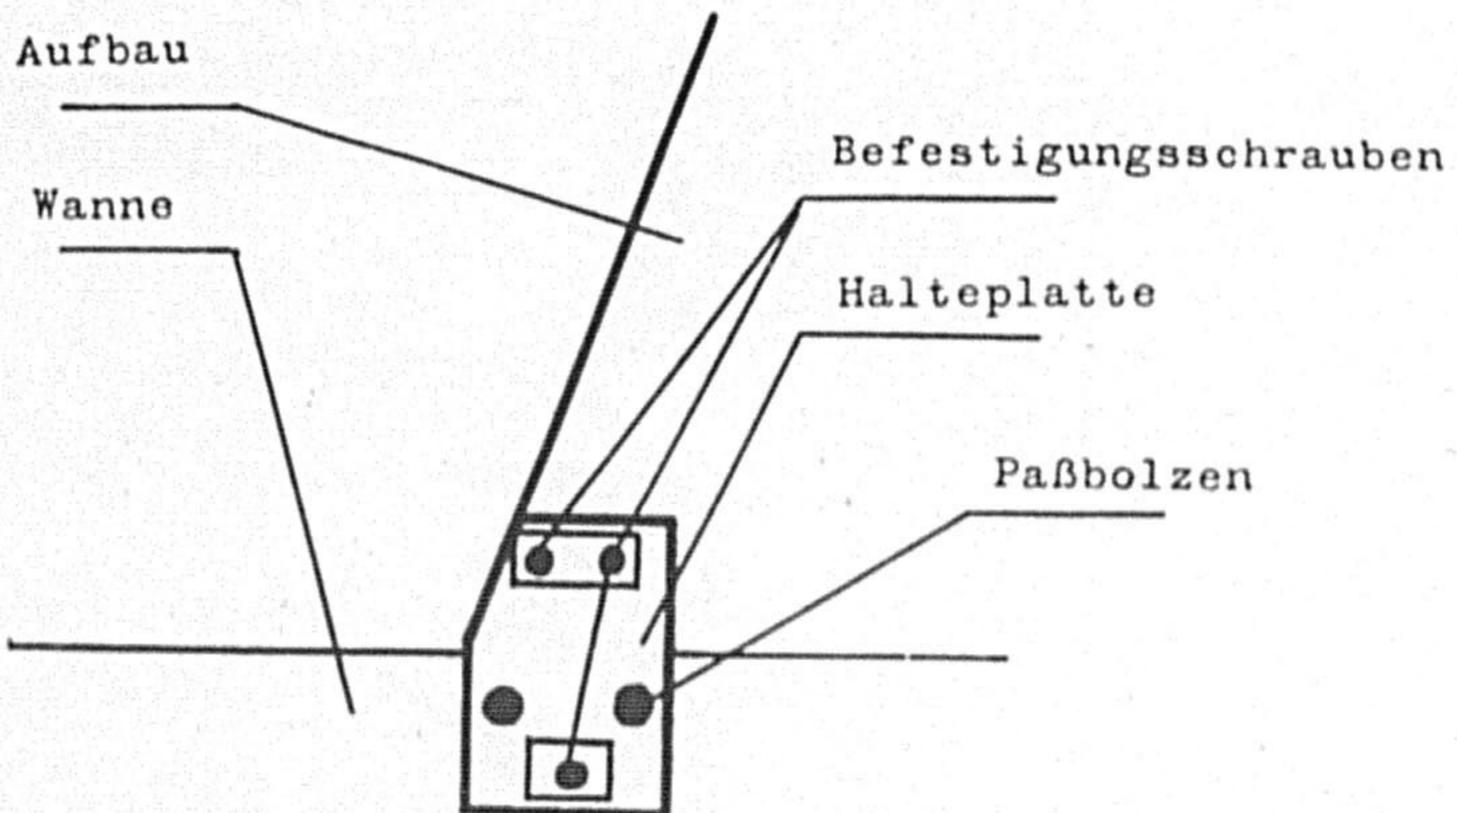

Bild 75 Abnehmen der Halteplatten
Kronenmuttern (Schlüsselweite 60 mm) gehalten werden, und mit 8-mm-Splinten gesichert sind. Außen befindet sich auf beiden Seiten über den Widerlagern eine Halteplatte, Bild 75, welche auf 4 Paßbolzen aufgedreht ist. 3 Paßbolzen befinden sich in der Wanne, der 4., mit größerem Durchmesser, ist seitlich in die Stirnfläche des Aufbaus eingelassen.
7. Entfernen der Platte über dem Widerlager, Bild 75, indem man die 3 Befestigungsschrauben entsichert und abschraubt. Platte kann nun mit Brechstange oder Meißel abgedrückt werden.